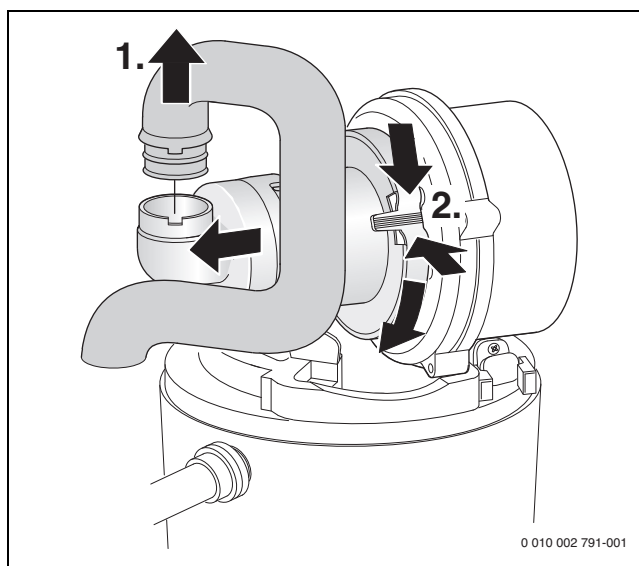

Bild 57 Saugrohr und Mischeinrichtung ausbauen
- ▶ Mischeinrichtung ausbauen (→ Bild 57).